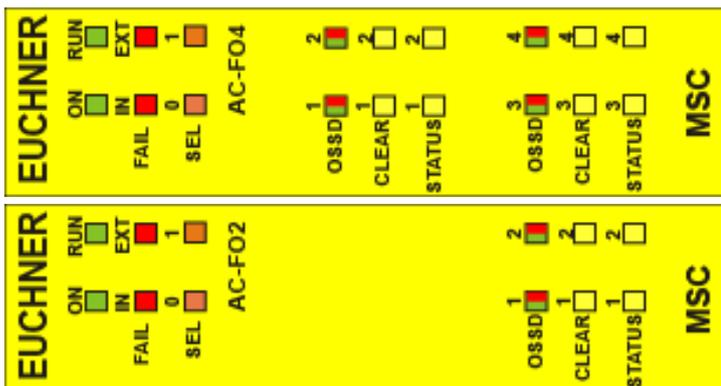

Figure 35: AC-F02/AC-F04
8.4.8. Modules AC-F02/AC-F04 (Figure 35)